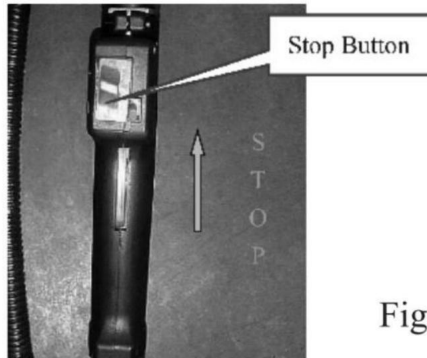

Fig 5
7.2 Tire del botón de parada hasta la posición de apagado. Consulte la posición de parada. Botón en la Fig.5.